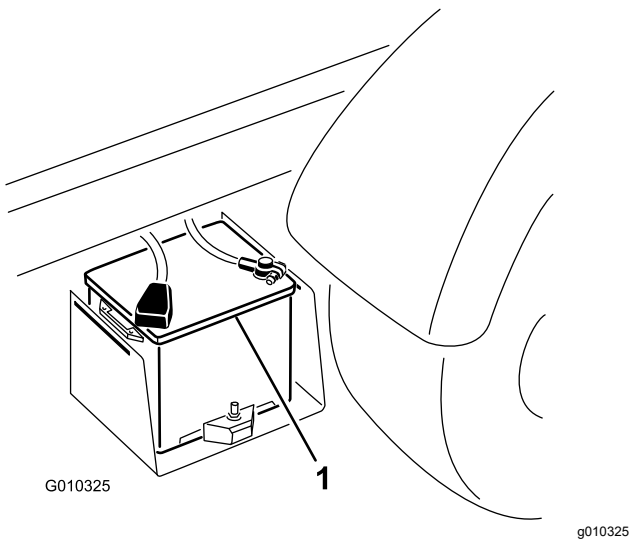

図 42
2. 2 台のバッテリーのプラス 端子同士をブースタ ケーブルでつなぐ 図 42。